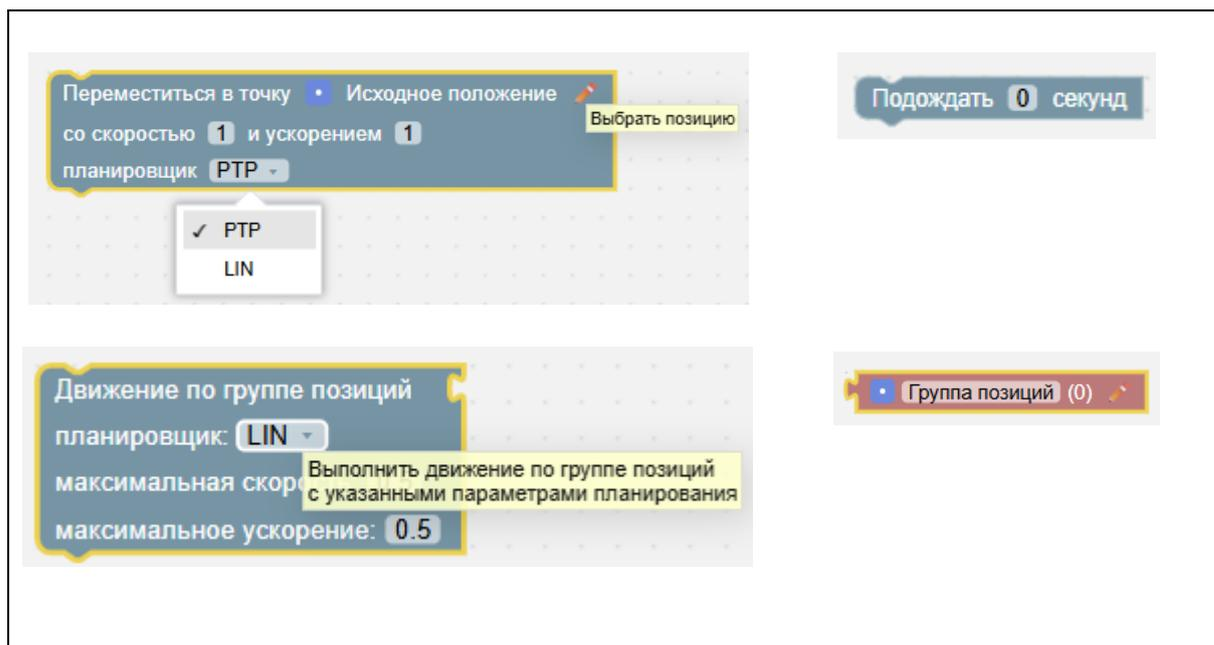

Рисунок II-22 – Блоки «Движение»
8. «Движение» – команды перемещения (см. Рисунок II-22).